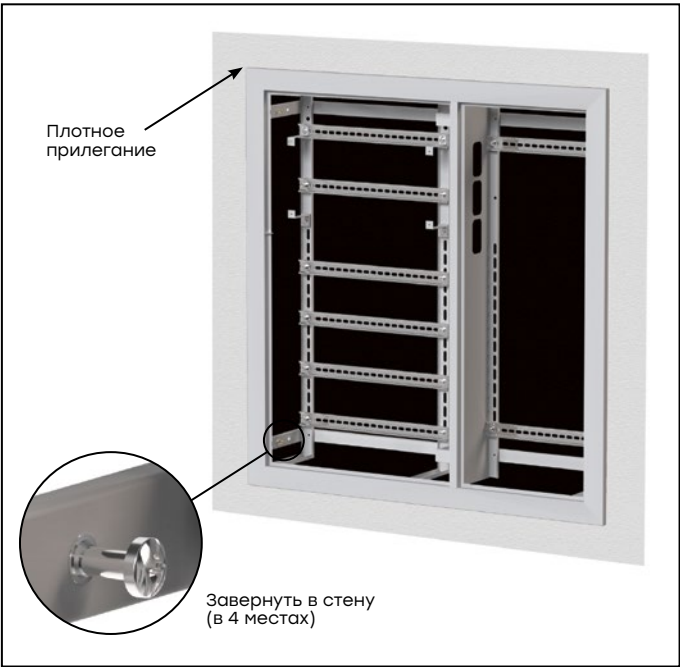

Рис. 22
- 2.2. Болты, установленные в корпусе щита, закрутите в стену, прижимая фасадную часть, чтобы избежать отжимания загيبов щита от стены (рис. 22).